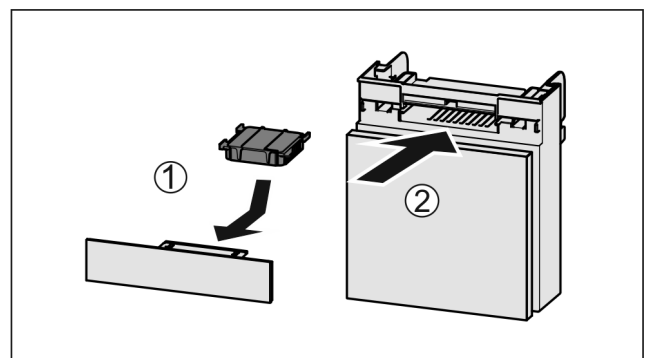

Fig. 64
- ▶ Filtr s aktivním uhlím vložte podle vyobrazení Fig. 64 (1).
- ▶ Zásuvku zasuňte Fig. 64 (2).